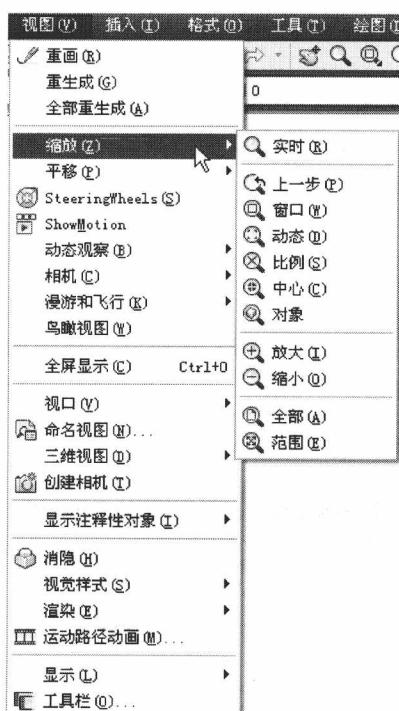

图 1-3 【视图】下拉菜单
(1) 标题栏。AutoCAD 2012 的标题栏与 Windows 的其他应用程序类似，用于显示程序图标及当前所操作图形文件的名称。
(2) 菜单栏。菜单栏是 AutoCAD 软件的主菜单，可执行 AutoCAD 的大部分命令。单击菜单栏中的任一选项，会弹出相应的下拉菜单，如图 1-3 所示的【视图】下拉菜单。下拉菜单中，右侧有小三角的菜单项，表示它还有子菜单，如图 1-3 所示的【缩放】子菜单；右侧有三个小点的菜单项，表示单击该菜单项后要弹出一个对话框，如图 1-3 所示的【命名视图...】菜单项；右侧没有内容的菜单项，单击后会执行对应的 AutoCAD 命令。
(3) 工具栏。工具栏位于菜单栏的下方。AutoCAD 2012 提供了两类工具栏：一类是“标准”工具栏，其内容与 Windows 下的其他应用软件类似，有包括打开、存盘、复制、剪切、粘贴等常用工具图标；另一类是专用工具栏，提供 AutoCAD 绘图中使用的各种